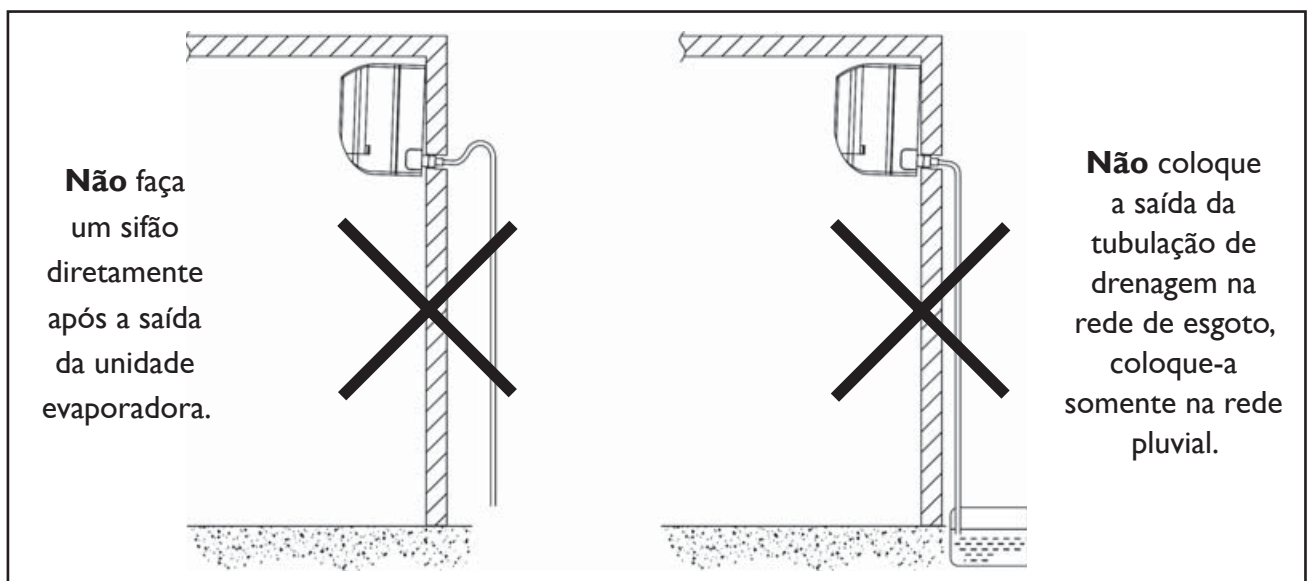

FIGURA 14 - SITUAÇÕES DE DRENAGEM INEFICAZ
**Evite, desta forma, situações como indicadas na figura 14.**